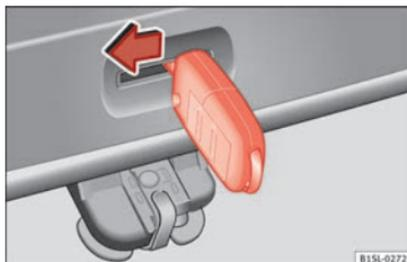

Abb. 140 Vom Gepäckraum aus: Heckklappe notentriegeln.
- Schlüsselbart in die Öffnung in der Heckklappe » **Abb. 140** stecken und Entriegelungshebel in Pfeilrichtung drücken, um die Heckklappe zu entriegeln.